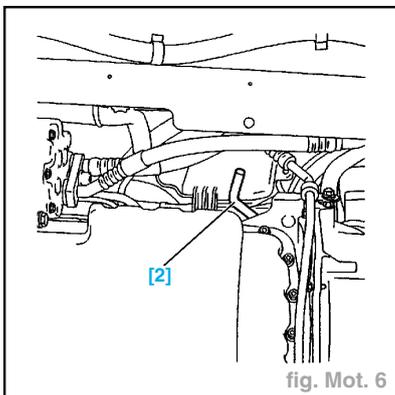

fig. Mot. 6
- les 4 vis (18),
- la poulie (19),
- les vis (17) et (20),
- le carter inférieur de distribution (16).
- Mettre en place la pignone volant moteur [2] (par le dessous du véhicule) (réf. 7014TJ) (fig. Mot. 6).